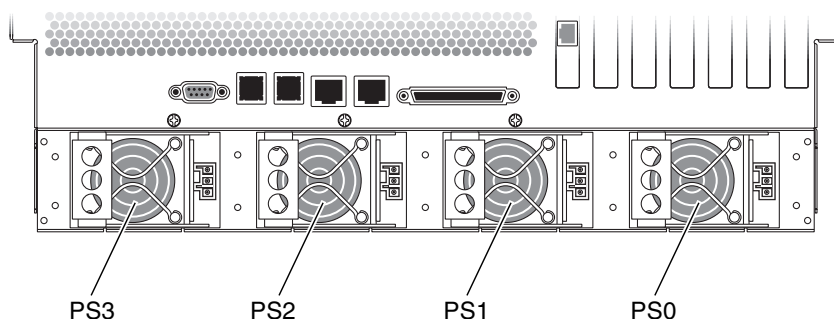

ABBILDUNG 1-16 Einbauorte der Netzteile
Bei den Netzteilen des Netra 440 Servers handelt es sich um modulare, Hot-Swap-fähige Komponenten. Sie sind für einen schnellen, leichten Ein- und Ausbau durch qualifiziertes Fachpersonal konzipiert und können während des laufenden Systembetriebs ausgetauscht werden. Für die Netzteile (PS) gibt es an der Rückseite des Systems eigene Einbauschächte (siehe folgende Abbildung ABBILDUNG 1-16).